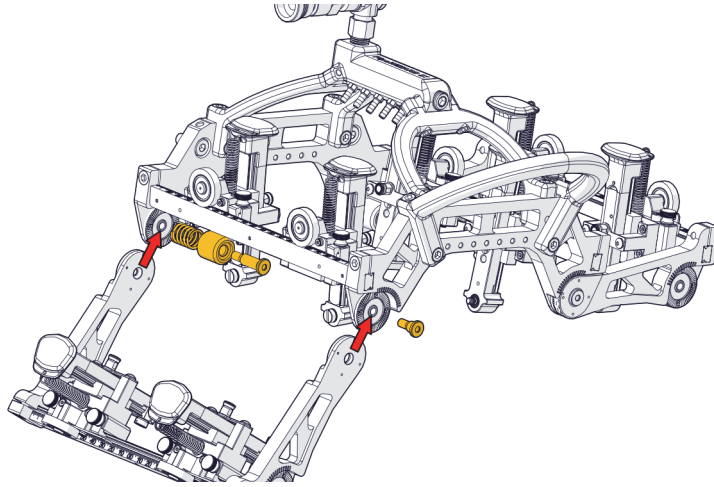

Figura 1-49 Ubicación de una sección de módulo de sonda
2. Ubique y alinee la sección del módulo de sonda (ver Figura 1-49 en la página 63).